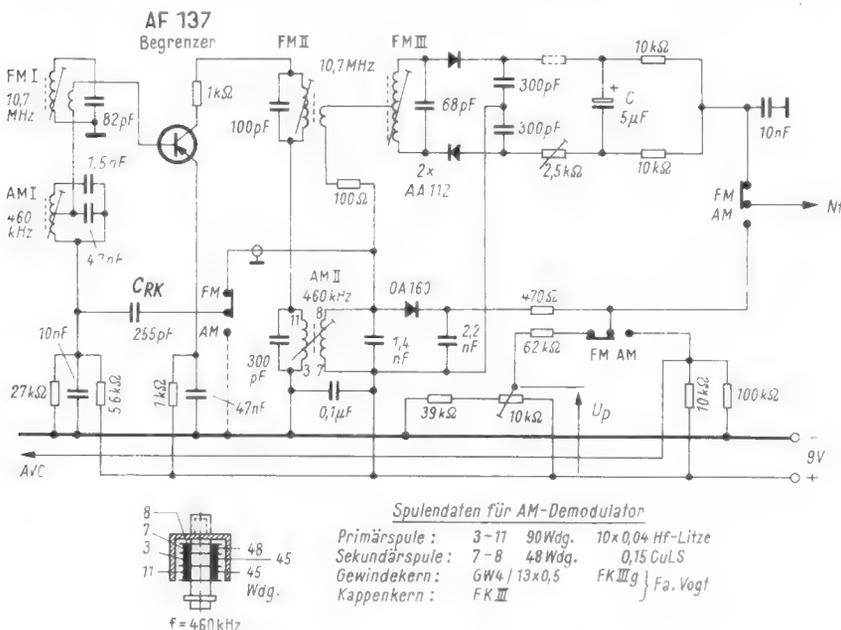
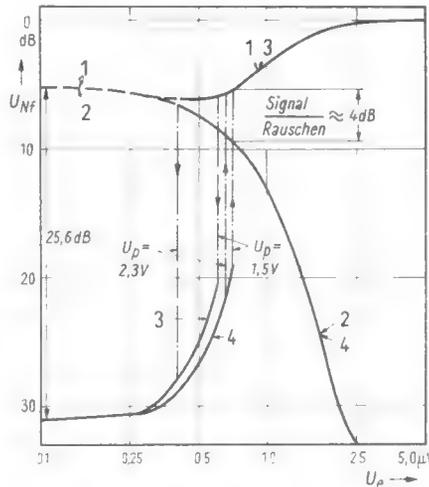
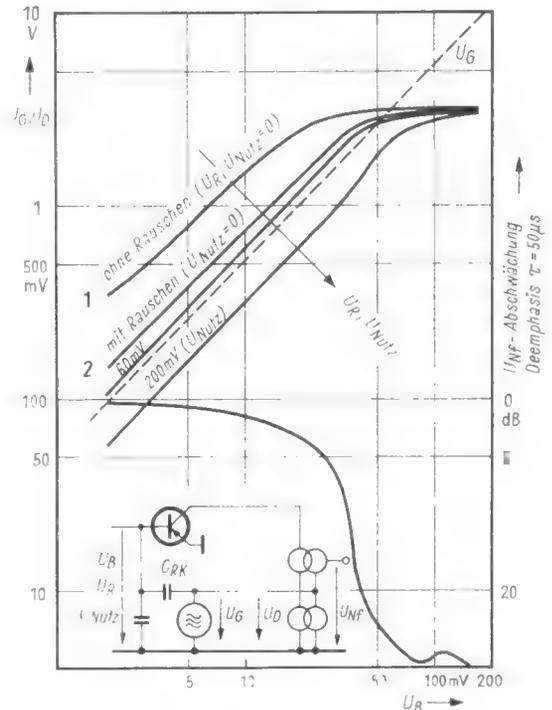

Bild 4. Demodulatorstufe eines kombinierten AM/FM-Zf-Verstärkers (mit erhöhter Rauschunterdrückung)
Bild 6. Dämpfungsverlauf der Rauschsperrre nach Bild 4 (mit Schaltschwelle). Bezeichnungen wie in Bild 5; $C_{RK} = 255$ pF, $U_p = 1,5$ (2,3) V
Bild 7. Die Werte U_p , U_G $f(U_B, U_R, U_{Nutz})$ der Schaltung nach Bild 4
In Schaltung Bild 4 wird die am AM-Demodulatorkreis entstehende Spannung der Hilfsschwingung über die Tertiärspule dem Sekundärkreis des FM-Demodulators zugeführt. Hiermit wird erreicht, daß durch die Gleichrichtung der Hilfsschwingung über die Dioden des FM-Demodulators eine zusätzliche Bedämpfung des FM-Demodulatorfilters entsteht. Die dadurch erzielte zusätzliche Abnahme der Nf-Ausgangsspannung gegenüber der Schaltung nach Bild 1 beträgt etwa 10 dB. In dieser Anordnung wird gleichzeitig das kurzzeitige Aufrauschen im Einschaltmoment der Rauschsperrung – wie es bei der Schaltung nach Bild 1 beobachtet wurde – vermieden. Dies erreicht man dadurch, daß im Schaltzeitpunkt die zurück-
Die Kurvendarstellung nach Bild 6 läßt erkennen, inwieweit es mit dem 10-k Ω -Potentiometer möglich ist, eine Schaltschwelle einzustellen und ihre Breite zu variieren. Auf Grund der unterschiedlichen Bedämpfung des AM-Kreises über dessen Gleichrichterdiode entsteht eine Schaltschwelle. Im schwingenden wie auch im nichtschwingenden Zustand ist hier eine zusätzliche Bedämpfung des AM-Kreises vorhanden, so daß sich nicht nur die Einschaltspannung, sondern auch die Ausschaltspannung der Rauschsperrre zu kleineren Signal/Rausch-Verhältnissen verschiebt (vgl. Bild 5). Wie aus Bild 6 ersichtlich, liegt die Ausschaltspannung der Rauschsperrre bei einem Signal/Rausch-Verhältnis von etwa 3,5 dB bzw. 4 dB und die Einschaltspannung der Rauschsperrre bei einem Signal/Rausch-Verhältnis von etwa 0,5 dB bzw. 2,5 dB. Da die zusätzliche Dämpfung durch die Vorspannung der AM-Demodulatordiode nur bei geringen Schwingamplituden von wesentlichem Einfluß ist, bleibt die hohe Rauschunterdrückung bei fehlendem Eingangssignal erhalten.
Bild 5. Dämpfungsverlauf der Rauschsperrre nach Bild 4. Bedeutung der Kurven: Nf-Ausgangsspannung ohne (1) und mit Rauschsperrre (3) bei moduliertem Signal, Rauschspannung ohne (2) und mit Rauschsperrre (4) ohne Modulation. Modulation 1 kHz, Hub ± 15 kHz; $U_B = 9$ V, $R_D = 8,2$ k Ω , $C_{RK} = 255$ pF
Nach den vorangegangenen Kurvendiskussionen lassen die Kurvendarstellungen nach Bild 3 und Bild 7 den wesentlichen Vorteil der Schaltung nach Bild 4 erkennen. Trotz des günstigen Schaltverhaltens zu kleinem Nutzsignal, also geringem Signal/Rausch-Verhältnis, ist die Rauschunterdrückung bei fehlendem Eingangssignal sehr groß. Das ungünstigere Signal/Rausch-Verhältnis innerhalb des Wirkungsbereiches der Rauschsperrre, wie es Bild 5 deutlich zeigt, hat beim Vorhandensein einer Schaltschwelle praktisch keine Bedeutung; Bild 6 läßt dies klar erkennen. Eine Änderung der Verstärkung, der Batteriespannung, der Bedämpfung des AM-Demodulatorkreises oder des Rückkopplungsfaktors haben hier